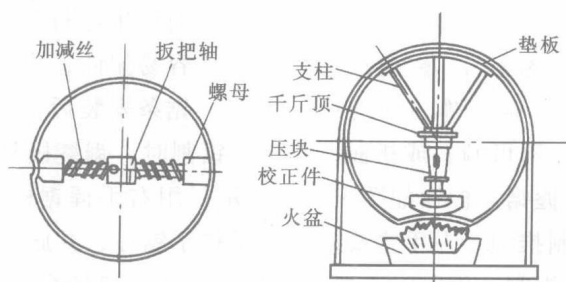

图 1-7 内整圆器整圆
(2) 内整圆器整圆。如果管子的变形较大或有瘪口现象,可用图 1-7 所示的内整圆器整圆。